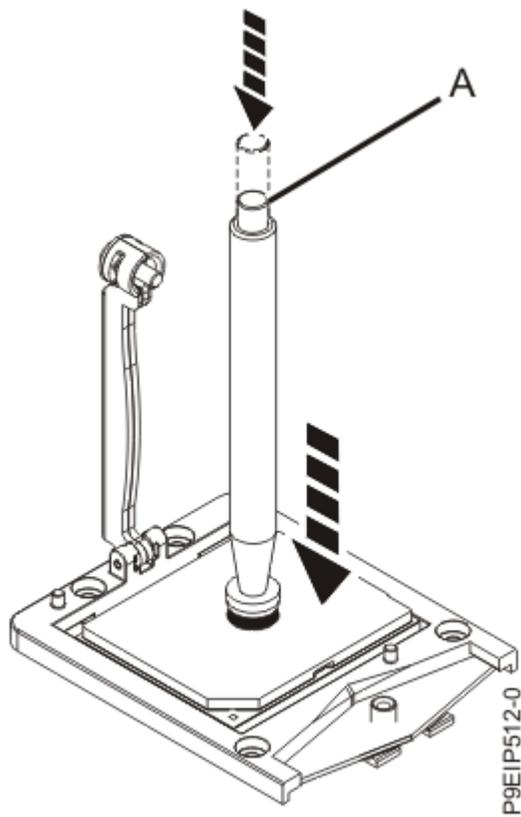

図 52: システム・プロセッサ・モジュールへの真空ペンのロック
8. 真空ペン・ツールをシステム・プロセッサ・モジュールの上を下ろします。ペン **(A)** の上部を完全に押し込み、ペンをシステム・プロセッサ・モジュールの中央に保持します (60 ページの図 52 を参照)。ペンの上部を放して、ペンをシステム・プロセッサ・モジュール上に固定します。